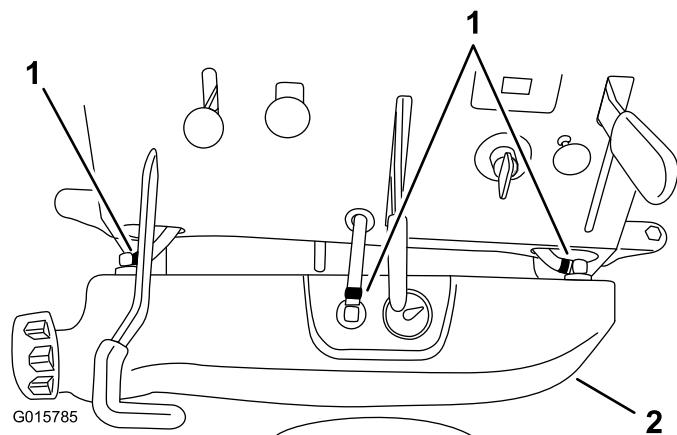

Figura 4
9. Eleve o depósito para cima e para a frente o mais possível (Figura 4).
10. Desligue os 3 tubos de ventilação do depósito de combustível desapertando as braçadeiras dos tubos (Figura 4).